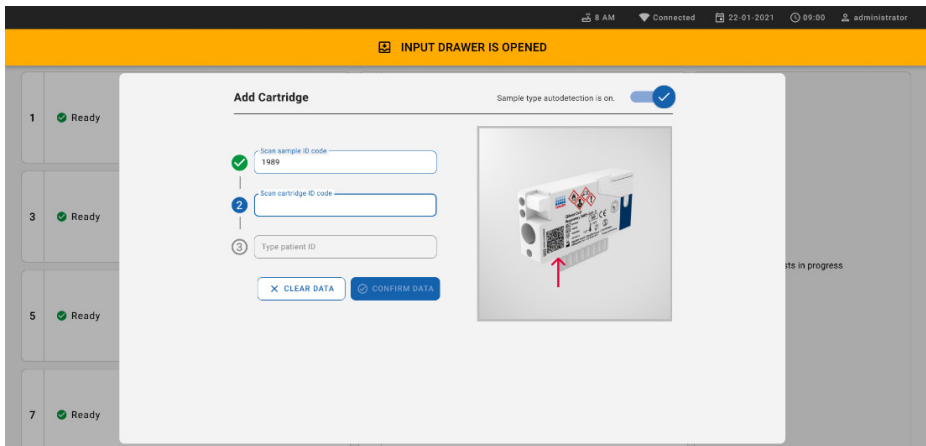

Figura 57. Tela Scan cartridge ID (Ler o ID do cartucho)
8. Depois de inserir o código de barras de ID da amostra, efetue a leitura do código de barras do QIAstat-Dx Respiratory SARS-CoV-2 Panel Cartridge a ser usado (posição indicada pela seta). O QIAstat-Dx Rise reconhece automaticamente o ensaio a ser executado com base no código de barras do QIAstat-Dx Respiratory SARS-CoV-2 Panel Cartridge (Figura 57).